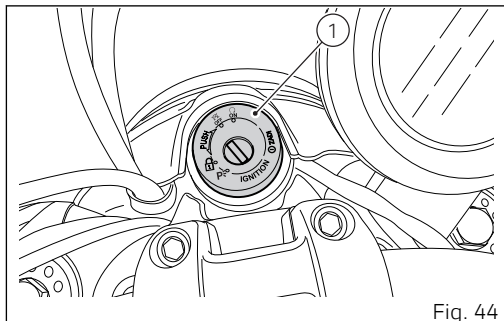

Fig. 44
Colocar el interruptor de arranque en posición (1, Fig. 44). Controlar que el testigo verde N (A) y el rojo  (B) ubicados en el salpicadero se encuentren encendidos.